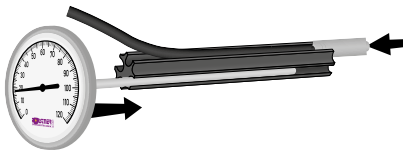

Bild 10: Das Thermometer und die Temperaturfühler werden in das Steckmodul geschoben.
⑬ ⑮ ⑯	Wärmeerzeuger
⑭	Wärmeerzeuger*
1. Schieben Sie das Thermometer von einer Seite in das Steckmodul (► *Bild 10*).